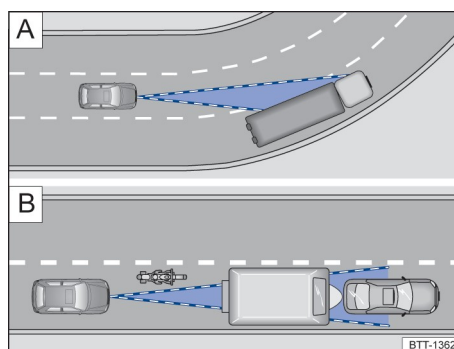

Рисунок 92. А Поворот во время вождения; Б Автомобиль находится вне зоны действия радарных датчиков ▶
Радарные датчики проводят линейное обнаружение. В результате может внезапно распознаться автомобиль на крутом повороте или не распознаться автомобиль впереди. → Рисунок 92 **A**.
- Транспортное средство движется вне зоны действия датчика и в непосредственной близости от транспортного средства, например, мотоцикл. → Рисунок 92 **B**.